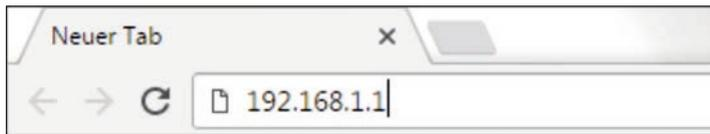

Abb. 31-23 Adressfeld
- In das Adressfeld (Abb. 31-23) die IP-Adresse „192.168.1.1“ eintragen und öffnen.